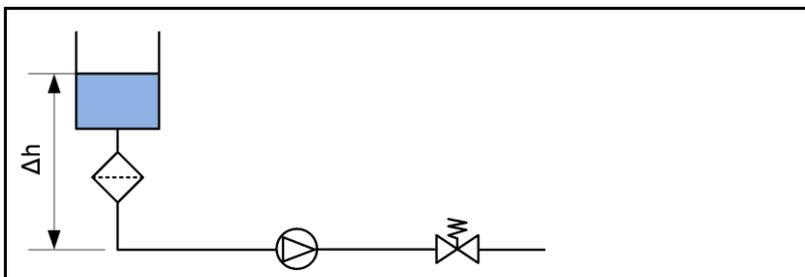

Fig. 26 : Montage vérification de pression
1. Monter le système conformément à Fig. 26.